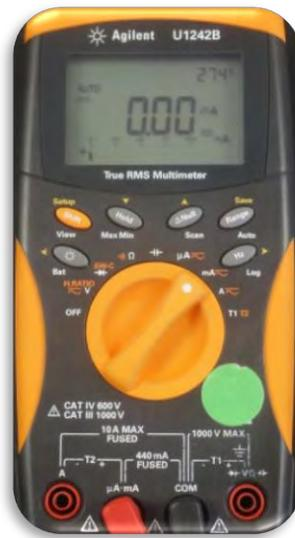

Figura A.5. Perilla colocada en la función de corriente en directa.
- Una vez conectados los bananas al multímetro. Gire la perilla hasta el símbolo de corriente directa (Figura A.5); aquí depende el valor de la corriente en donde se se conectó el banana.